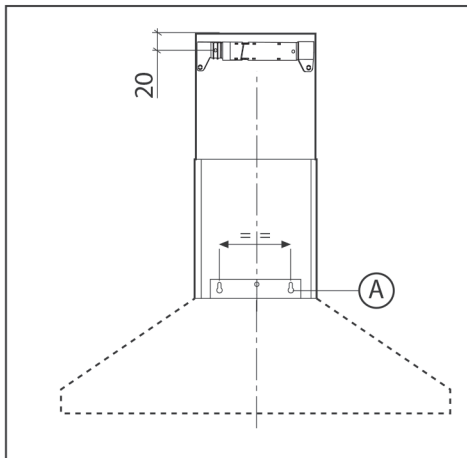
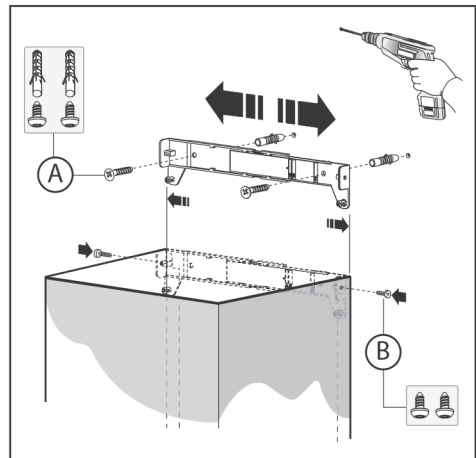

Рис. 2
Рис. 3
1. Подготовьте в стене отверстие **A**, соблюдая указанные расстояния (Рис.2).
3. Отрегулируйте ширину поддерживающего кронштейна верхнего сборочного элемента (Рис.3).
4. Прикрепите его к потолку винтами **A** так, чтобы обеспечить его соосность с Вашей вытяжкой (Рис.3), соблюдая расстояние от потолка, указанное на Рис.2.
7. Сместите верхний сборочный элемент до кронштейна и прикрепите его винтами **В** (Рис.3).